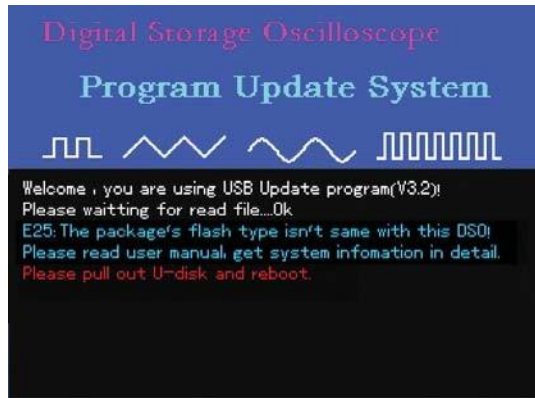

Abbildung 5-10
5. Wenn während des Upgrades der FLASH des Programm-Upgrade-Dokuments, das Sie kopieren oder auswählen, von dem des Oszilloskops abweicht, erscheint die Aufforderung in Abbildung 5-10: "E25 Der Flash-Typ des Pakets stimmt nicht mit dem dieses DSO überein! Bitte lesen Sie das Benutzerhandbuch, um detaillierte Systeminformationen zu erhalten. Please pull out U-disk and reboot."